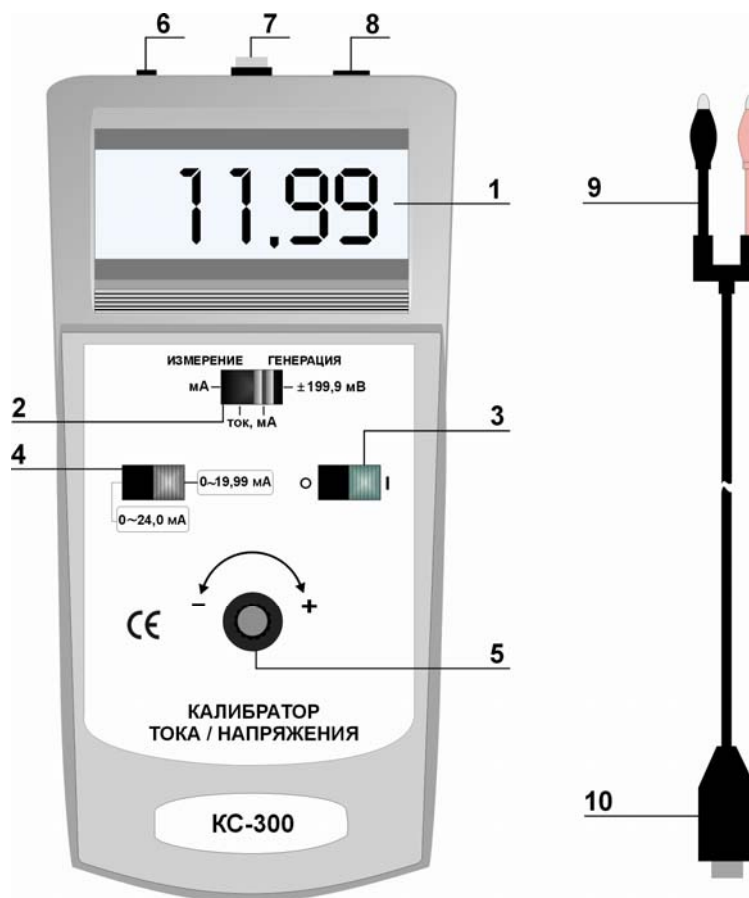

Рис.1. Внешний вид калибратора КС-300.
Гц. Сетевой адаптер подключается через специальный разъем (8, рис.1), установленный на торце корпуса калибратора.
Включение калибратора осуществляется с перемещением переключателя (3) в положение "I" (здесь и далее – обозначение органов управления в соответствии с рис. 1).
- вращая ручку 5 (см. рис. 1) контролировать показания дисплея калибратора.